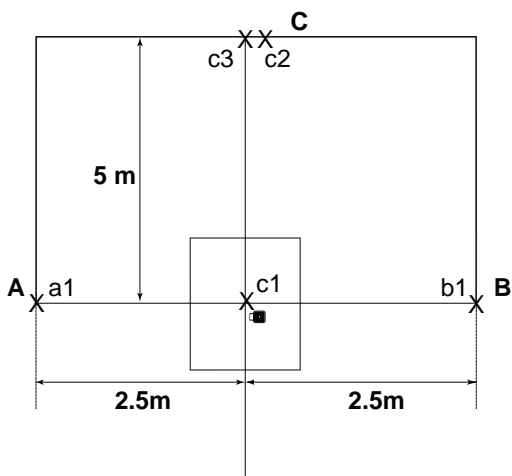

figura 8
- 6) Segnare come $c3$ il centro della trave verticale laterale sulla parete C, alla stessa altezza del punto $c2$. (vedi figura 8).